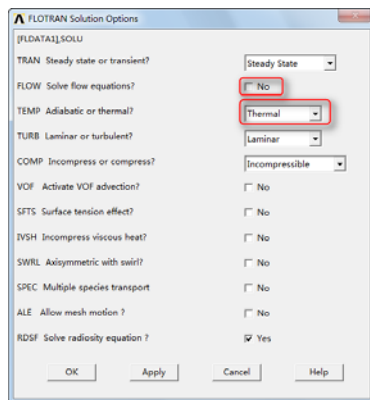

图 8-39 “FLOTRAN Solution Options” 对话框
⑨依次选择 Main Menu→Solution→FLOTRAN Set Up→Solution Options, 会弹出“FLOTRAN Solution Options”对话框, 如图 8-39 所示, 按图进行设置后, 单击“OK”按钮关闭该对话框。